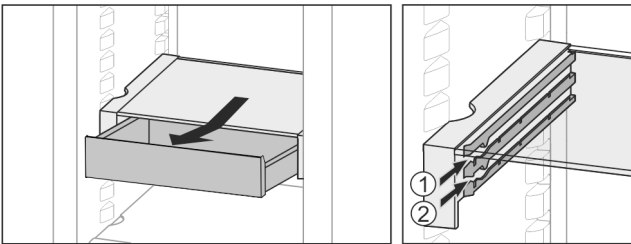

Fig. 18
- ▶ Zasuňte ju v ľubovoľnej výške Fig. 18 (1) alebo Fig. 18 (2).